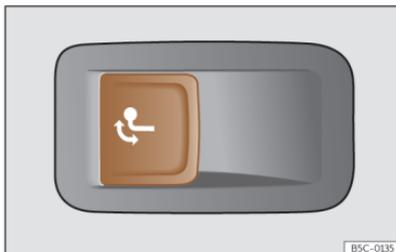

Fig. 187 En el lado izquierdo del maletero: tecla para desbloquear el gancho de remolque.
- Tire de la tecla >>> fig. 187 brevemente. El gancho de remolque se desbloquea eléctricamente y se gira automáticamente hacia fuera. El testigo de control de la tecla parpadea.
- Tire de la tecla >>> fig. 187 brevemente. El gancho de remolque se desbloquea eléctricamente.
- No pulse nunca la tecla >>> fig. 187 cuando haya un remolque enganchado o vaya montado un portaequipajes u otros accesorios sobre el gancho de remolque.